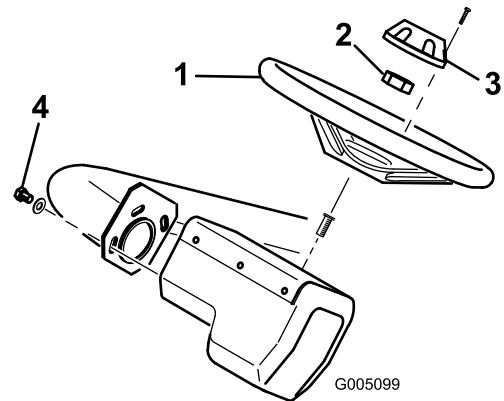

図 7
1. ハンドルをシャフトにはめ込み、ジャムナットで固定する (図 7)。43Nm (4.4kg.m) にトルク締めする。
2. ハンドルにキャップをはめ込み、ネジで固定する (図 7)。
注 オペレータの体格や好みに合わせてハンドルの位置を調整することができます；3本の取り付けネジをはずし、適当な高さにハンドルを調整してネジを元通りに締めてください (図 7)。